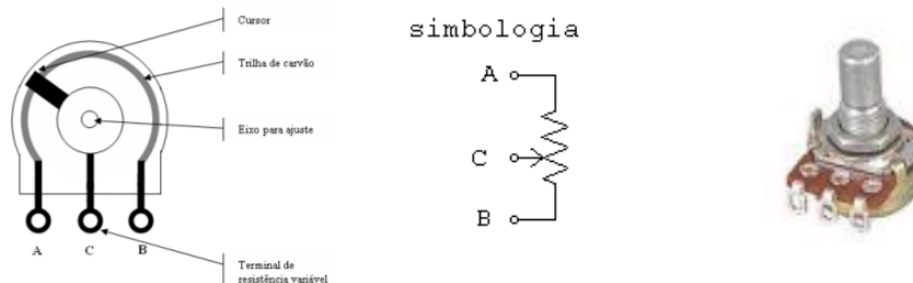

Figura 1: Potenciômetro angular: desenho interno, símbolo, componente.
O potenciômetro trata-se de um resistor variável. Utiliza como elemento resistivo uma trilha de filme de carvão sobre uma placa isolante, com dois terminais nos extremos desta trilha, e um cursor deslizante, que é o terceiro terminal e responsável pela variação da resistência em função de seu posicionamento1. Este cursor pode ser angular ou linear. Na figura 1, apresenta-se um potenciômetro angular. Na figura 2, são apresentados vários tipos de potenciômetros e *trimpots*2.
Figura 1: Curva característica de um dispositivo tipo resistor (de  $1\text{ k}\Omega$ ), mostrando a relação linear entre  $i$  e  $v$ . Note-se que, na faixa analisada, a potência máxima dissipada é de  $16\text{ mW}$ , muito menor que  $125\text{ mW}$  (supondo resistor de  $1/8\text{ W}$ ) e, portanto, o resistor permaneceu “frio”, evitando a alteração do valor de sua resistência.
Embora a equação (1) seja de vasta aplicação, ela expressa uma **relação linear** entre a corrente elétrica e a tensão aplicada, como ilustrado na curva característica da figura 1.
Um bipolo cuja relação entre  $i$  e  $v$  pode ser linear para a faixa de operação especificada, é denominado de **bipolo ôhmico** ou **bipolo linear**. Pode-se citar, como exemplo de bipolo ôhmico, um resistor de baixa potência, operando em condições de pouco aquecimento (como o do exemplo na figura 1).